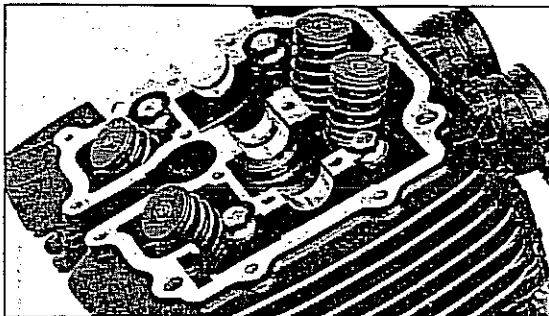

Bild 108
- Schraube SW 5 (Pfeil 1 in Bild 103) und 2 Hutmuttern (Pfeil 2 in Bild 103) ausdrehen. 4 Zuganker (siehe Bild 108) schrittweise über Kreuz lockern und ausdrehen.